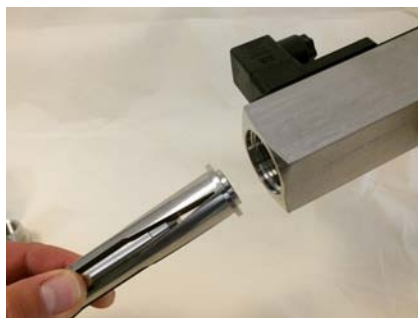

Abb. 36: Innenteile entnehmen
4. ➔ Gerätekörper vorsichtig um 180° drehen und Innenteile des Gerätes (Schlitzdüse, Schwebekörper und eingangsseitige Zentrierscheibe) entnehmen (Abb. 36)